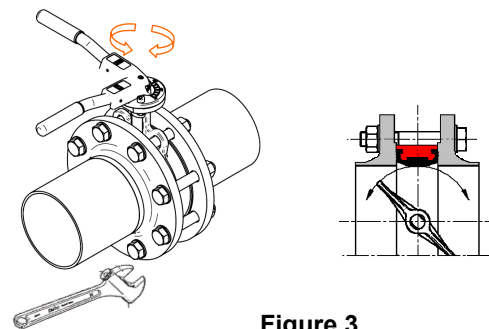

Figure 3
Dans le cas d'un diamètre excessivement petit (voir Fig. 3) on peut arriver à l'impossibilité de manoeuvrer le disque. Un diamètre excessivement grand (voir Fig. 3) empêche une bonne fermeture interne entre manchette et disque, et externe entre manchette et brides de montage.
- 3** Serrez progressivement les vis ou boulons d'amarrage pour obtenir le contact du métal du corps sur le métal des brides. Serrez sans excès. Effectuez doucement l'ouverture et fermeture du disque. Si les dimensions excellent out été respectées et les instructions de montage suivies ponctuellement, ne doit pas avoir aucun obstacle pour le tour livre(fig. 3).